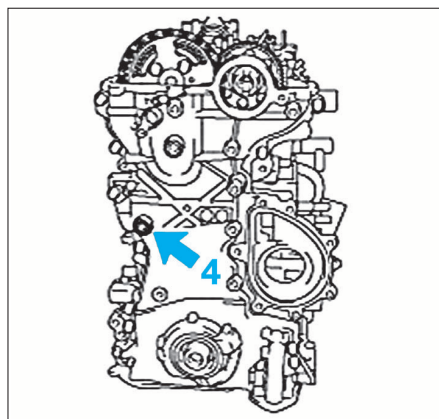

FIG. 32
- Déposer le bouchon (4) du carter de chaîne de distribution (fig. 32).